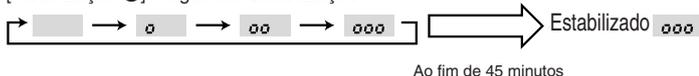

Fig. 8-3
③ Prima o botão **FILTER** (←) para confirmar a definição. (Fig. 8-3)